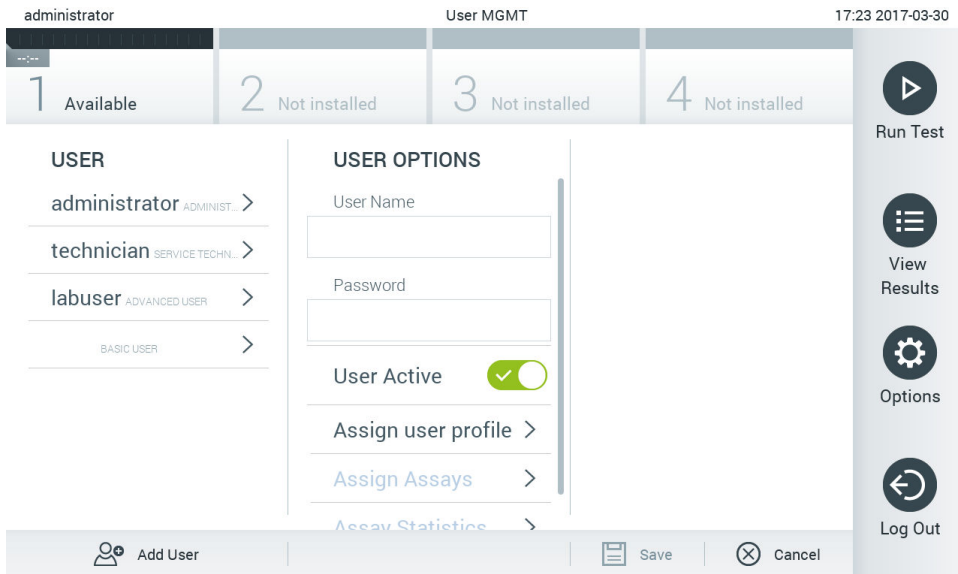

Figura 64. Adăugarea unui utilizator nou.
1. Apăsați butonul **Options** (Opțiuni), apoi butonul **User Management** (Gestionarea utilizatorilor) pentru configurarea utilizatorilor. Ecranul **User Management** (Gestionarea utilizatorilor) apare în zona de conținut a afișajului (Figura 64).